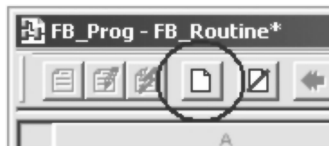

图 16-17 “添加表”按钮
1. 单击“添加表”（Add Sheet）按钮，为模拟元素创建一个新表，如图 16-17 所示。